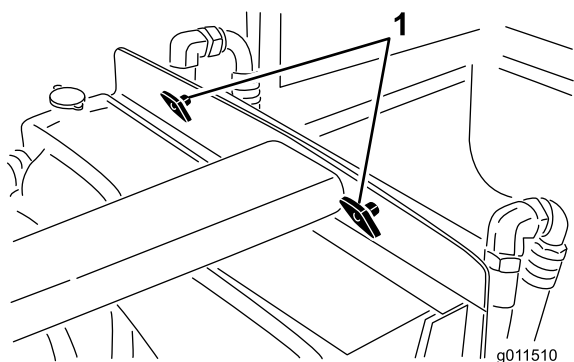

Bild 67
2. Entfernen Sie die Handräder (Bild 67), mit denen der Ölkühler am Rahmen befestigt ist.